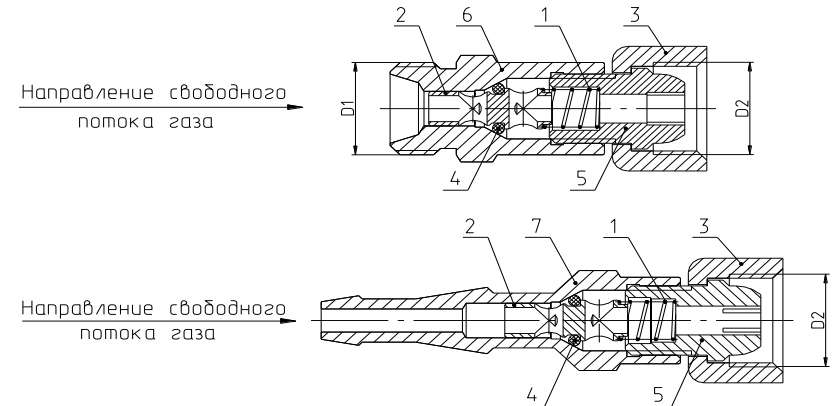

Рис. 1. Клапан обратный КО-3.
-11 – присоединительные размеры (см. рис.1):
Устройство клапана обратного приведено на рис. 1. Газ из линии подается под рабочим давлением в КО и, преодолевая сопротивление пружины 1, открывает клапан 2 и поступает к изделию-потребителю (резачу, горелке).